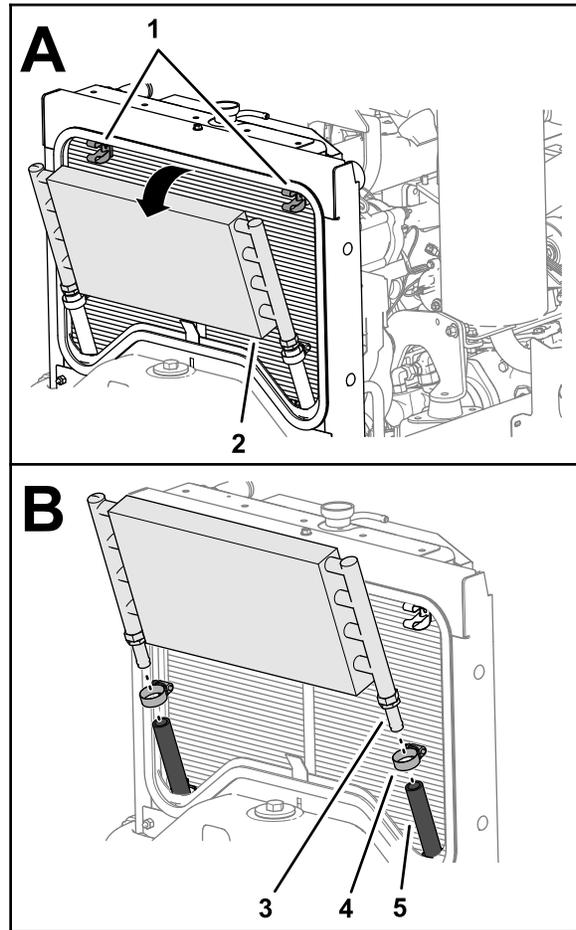

Figure 14
- Tirez le haut du refroidisseur d'huile hydraulique en arrière et dégagez-le des 2 clips de fixation (Figure 14).
- Retirez les 2 colliers qui maintiennent les durites sur les raccords cannelés au fond du refroidisseur d'huile hydraulique (Figure 14).
- Détachez le refroidisseur des durites et déposez-le de la machine (Figure 14).